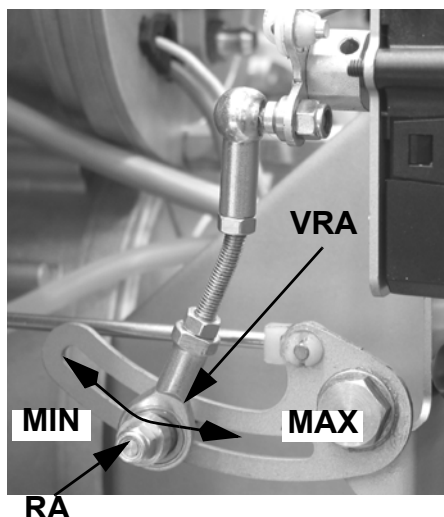

Рис. 17
- 13 Регулирование расхода воздуха горения осуществляется с помощью сервопривода. Сервопривод должен быть всегда повернут на 90° (см. следующий параграф), при любой настройке большого и малого пламени. Открытие воздушной заслонки регулируется с помощью кулачка с прорезью на Рис. 17. Для того, чтобы отрегулировать расход воздуха, необходимо ослабить гайку **RA** (Рис. 17) и двигать рычажок **VRA** вдоль прорези, как указано, для увеличения или уменьшения расхода воздуха, пока не получите необходимый расход, затем заблокировать гайку **RA** в соответствующем положении.